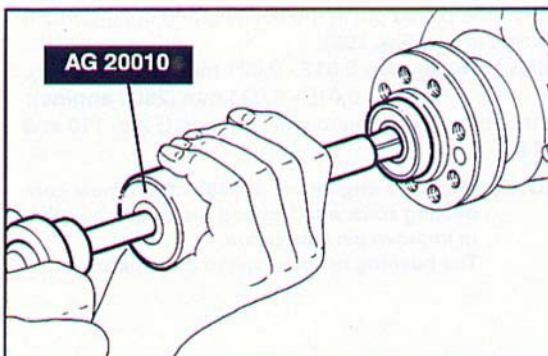

Fig. 114 ▲
- utilizzando l'attrezzo AG 20010 estrarre il cuscinetto albero motore (Fig. 114);
- use tool AG 20010 to take out the crankshaft bearing (Fig. 114);